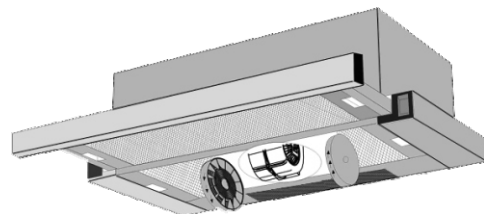

рис. 7
- установите два угольных фильтра см. табл.1 и (рис. 7), предварительно удалив с них упаковочную пленку;
- угольные фильтры устанавливаются на защитные решетки корпуса вентилятора, путем легкого нажатия и поворота (рис. 7).